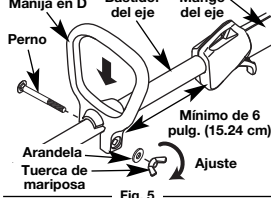

Fig. 5
- Empuje la manija en D hacia abajo sobre el bastidor del eje de modo que la manija se incline hacia adelante del mango del eje (Fig. 5). El orificio del perno cuadrado de la manija queda hacia la derecha.